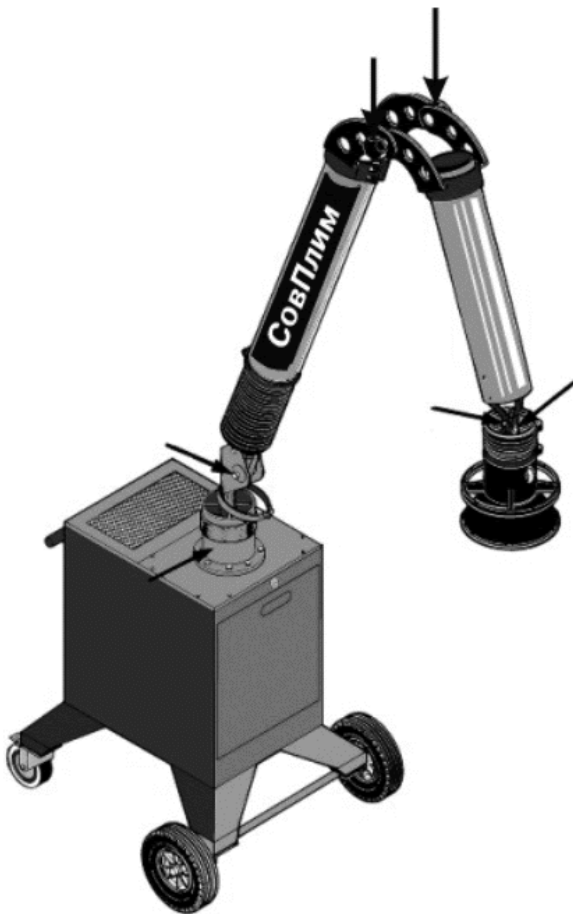

Рис. 8.5
8.2.4. Отрегулируйте трение во всех соединениях (см. рис. 8.5).